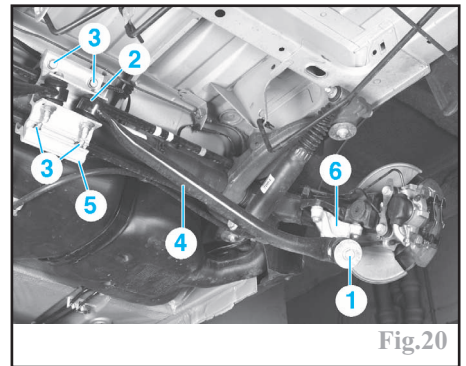

Fig.20
- la fixation (1) (Fig.20) du tirant sur la potence.
- la fixation (2) du tirant sur la chape d'articulation.
- le tirant (4).
- les fixations (3) (Fig.20) de la chape d'articulation.
-la chape d'articulation (5).
-serrer les fixations (3) (Fig.20) de la chape sur l'essieu.